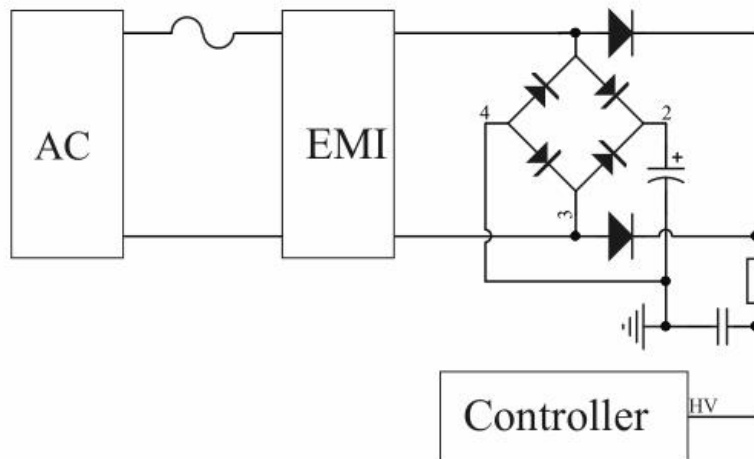

图 1：高压启动电路
DK020GCN 包含多功能高压 (HV) 引脚。为达到快速启动，内部集成了高压启动电路，可以快速启动电源同时能够有效降低待机功耗，如图 1 所示，能够快速准确监测输入电压，在输入掉电